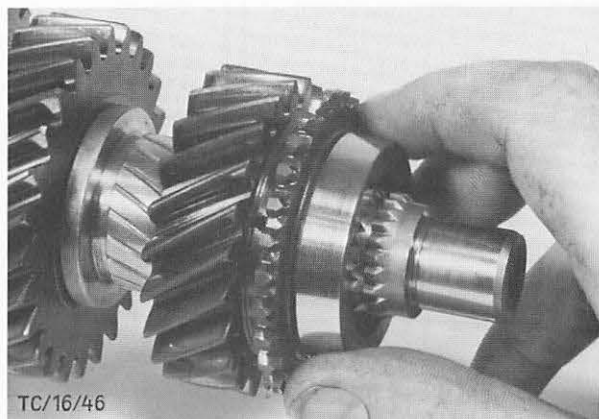

Abb. 51 Zahnrad 3. Gang montieren
32. 3.-Gang-Zahnrad mit der Synchronverzahnung nach vorne zeigend auf die Hauptwelle schieben. Abb. 51. Synchronring montieren.